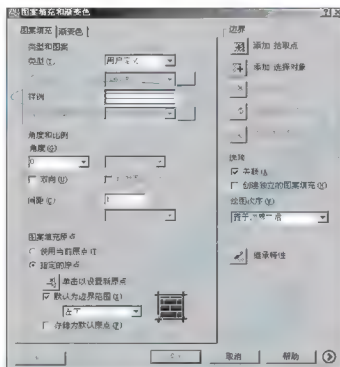

图 4.77 填充类型为【用户定义】
选项,如图 4.77 所示。
② 观察图 4.77 中【样例】选项右边的图案,可以发现图案为水平的线条状。勾选【双向】复选框,再次观察图 4.77 中【样例】选项右边的图案,可以发现图案变为网格状。
③ 设定【角度】为“45”,间距为“400”。
④ 单击【拾取点】按钮,这时对话框消失,在拾取内部点或[选择对象(S)/删除边界(B)]:提示下,分别在台阶两侧要填充的区域内部单击,选择填充区域。